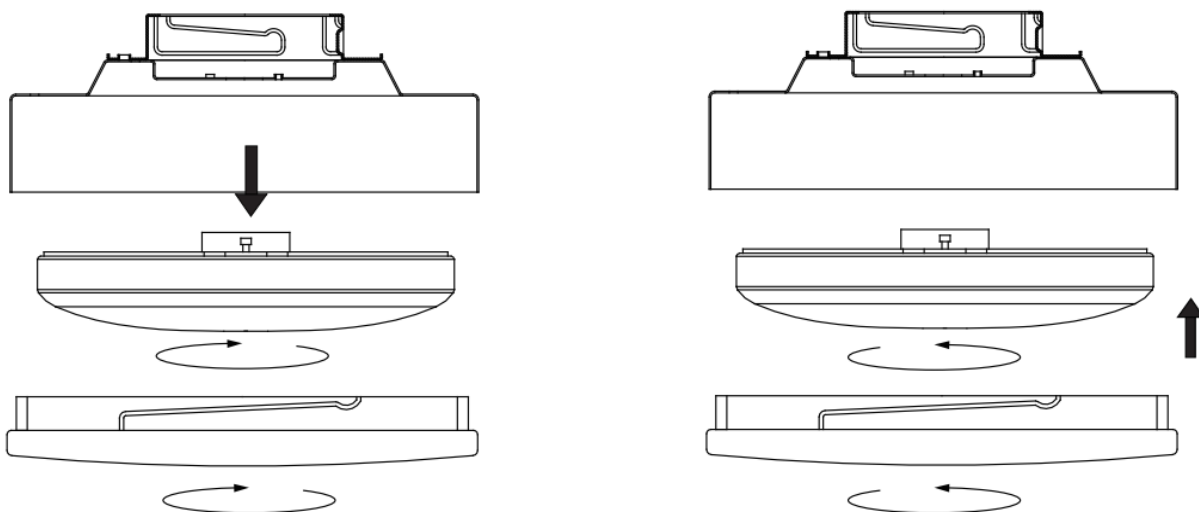

Fig. 11
**INSTALACIÓN DE LA LÁMPARA (Fig. 11)**